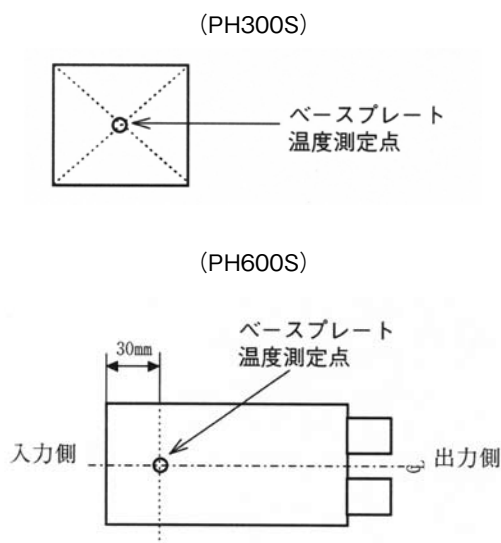

図14-2 ベースプレート温度測定点
- 2) ベースプレート温度は最大100℃です。ワースト使用状態にて図14-2の測定点にてベースプレート温度をご確認下さい。